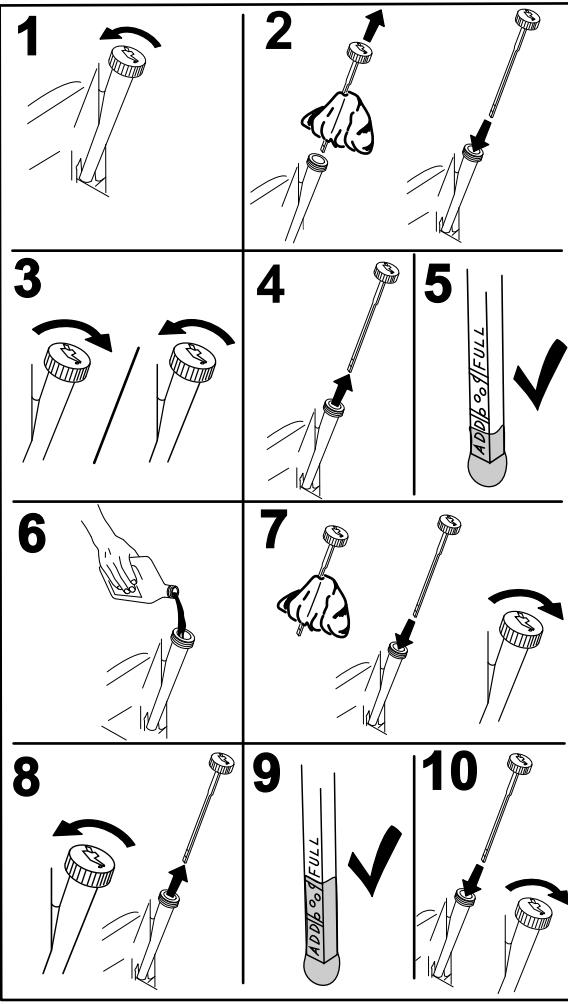

Figura 36
2. Pare el motor, retire la llave y espere a que se detengan todas las piezas en movimiento antes de abandonar el puesto del operador (Figura 36).